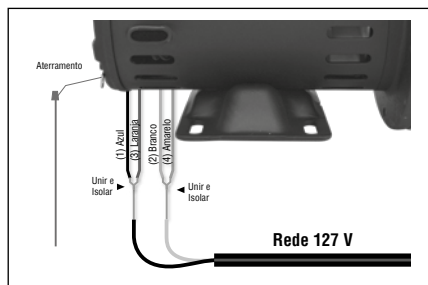
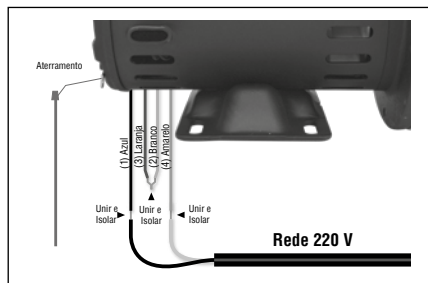

Figura 1 - Esquema de ligação de motores elétricos monofásicos em 127 V.
Figura 2 - Esquema de ligação de motores elétricos monofásicos em 220V.
- Para ligar o motor em 127 V, utilize o esquema da Figura 1. Para ligar em 220 V, utilize o esquema da Figura 2.